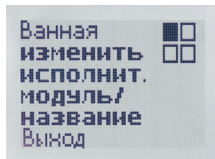
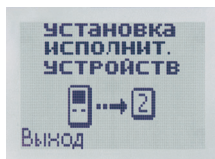

Рис. 26
Рис. 27
Перейдите в меню изменения названия исполнительного модуля (рис. 26). Вы можете либо подключить очередной модуль, либо заменить уже подключенный к системе. Это осуществляется вращением диска энкодера.
Если установка исполнительных модулей завершена, нажмите кнопку возврата. Вы вернётесь в меню «Установка исполнительных устройств» (рис. 27).
1. Войти в пункт меню «изменить/установить исполнительный модуль» (рис. 26), нажав сервисную кнопку и выбрав пункт «Установка исполнительных устройств» (рис. 27) с помощью энкодера;